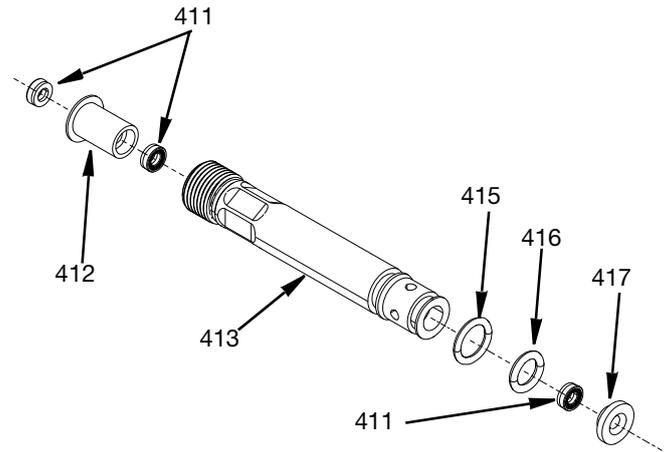

Рис. 30
1. Установите уплотнительные кольца (415), затем (416) на короткую направляющую уплотнения подшипника (413) и длинную направляющую уплотнения подшипника (414).
2. Установите по одному сальниковому уплотнению иглы (411) в конец кольцевого уплотнения короткой и длинной направляющей уплотнения подшипника (413 и 414). Открытая пружинная сторона сальниковых уплотнений иглы должна быть направлена наружу.
3. Вдавите нижний подшипник (417) в торец с уплотнительным кольцом короткой и длинной направляющей уплотнения подшипника (413 и 414).
4. Вставьте два сальниковых уплотнения иглы (411) в каждый верхний подшипник (412). Открытая пружинная сторона сальниковых уплотнений иглы должна быть обращена наружу с каждой стороны верхнего подшипника. Вставьте полученную конструкцию в резьбовой конец направляющих уплотнения подшипника (413 и 414). См. Рис. 30.
ПРИМЕЧАНИЕ: Рис. 30 показана короткая направляющая уплотнения подшипника (413), при этом длинная и короткая направляющие собираются одинаково.